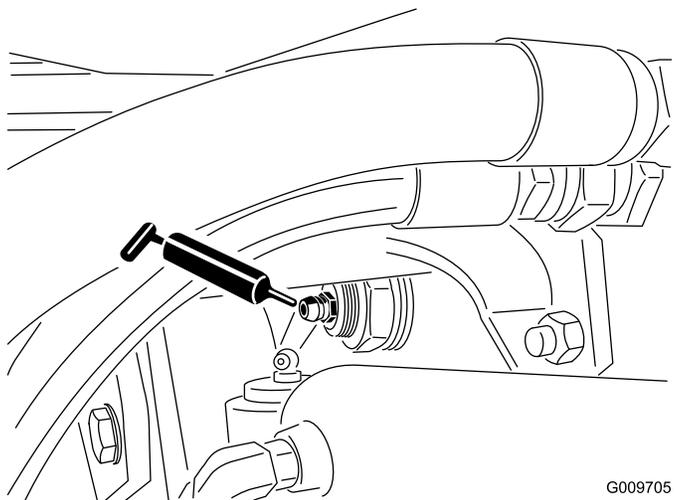

Рисунок 70
- Втулки шарниров задней оси (2 шт.) (Рисунок 70)